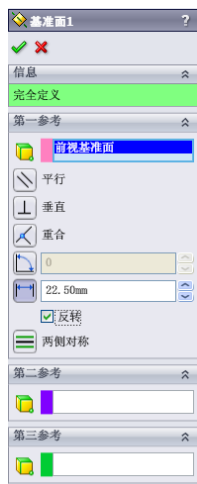
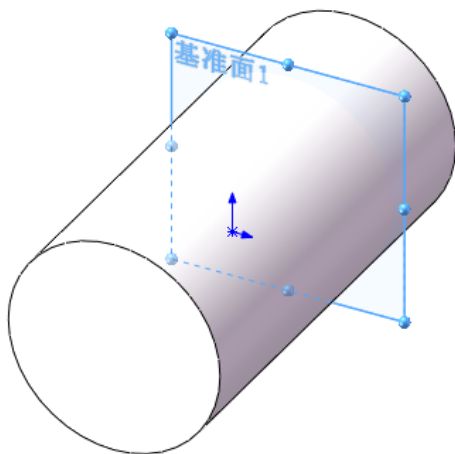

图 13-121 “基准面 1” 属性管理器
图 13-122 创建基准面 1
(4) 创建基准平面。在左侧的“FeatureManager 设计树”中用鼠标选择“前视基准面”作为绘制图形的基准面。单击“参考几何体”工具栏中的（基准面）按钮，弹出“基准面”属性管理器，在“偏移距离”文本框中输入距离为“22.5 mm”，如图 13-121 所示；单击属性管理器中的（确定）按钮，生成基准面如图 13-122 所示。